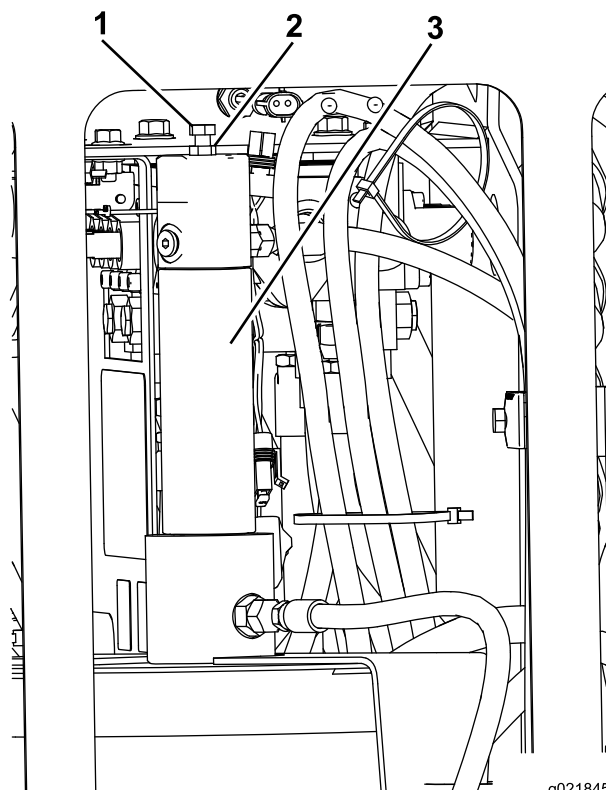

Bild 55
1. Lösen Sie die Klemmmutter an der Einstellschraube auf dem Kolben des TJC-Applikators (Bild 55).